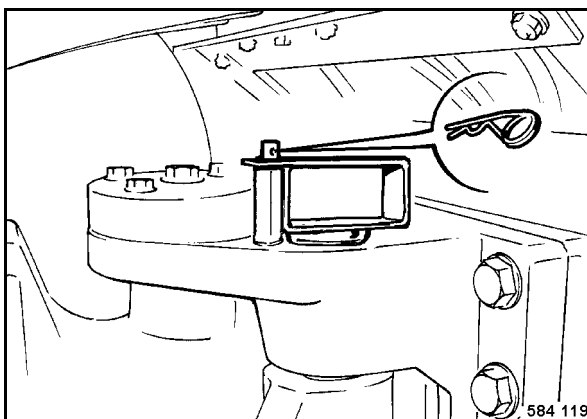

Fig. 66
- Encajar el seguro para la articulación de codo y asegurarlo con el pasador elástico (Fig. 66).